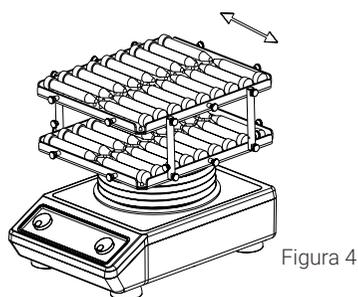

Figura 4
- (1). La carga máxima en la capa superior no puede superar 1 kg a 70 rpm.
- (2). Puede usarse con tiras de goma (88882103) para evitar que se caiga el tubo por un balanceo demasiado grande. La dirección de la colocación del tubo se muestra en la figura 4.